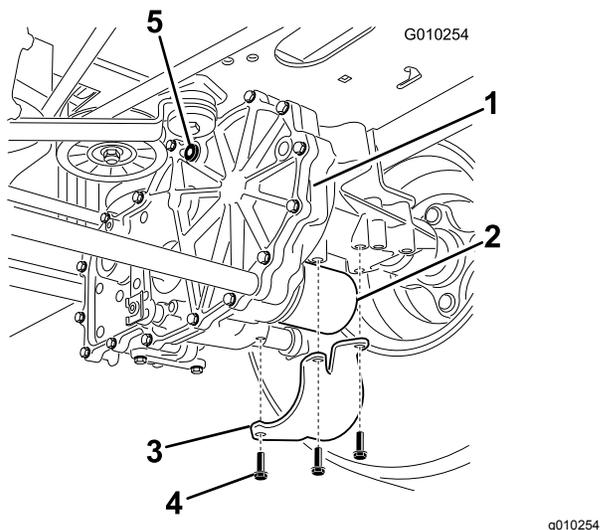

Рисунок 63
- Найдите фильтр и ограждения на каждой системе привода с коробкой передач (Рисунок 63).
- Отверните 3 винта крепления ограждения фильтра и снимите ограждение (Рисунок 63).
- Установите ограждения всех фильтров, снятых ранее (Рисунок 63).
- Закрепите ограждения фильтров с помощью 3 винтов (Рисунок 63).
- Установите пробку вентиляционного отверстия (Рисунок 63).